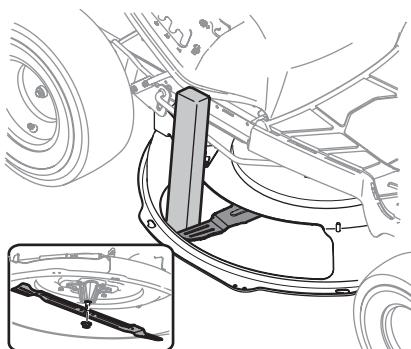

Figura 37
2. Usar un bloque de madera al menos 2" x 4" (51 mm x 102 mm), insértelo dentro de la abertura de la plataforma y haga girar la cuchilla hasta que la madera haga cuña entre la abertura de la plataforma y la cuchilla de corte, como se indica en la Figura 37.
3. Extraiga la tuerca de brida hexagonal que asegura la cuchilla al montaje del husillo. Vea el recuadro de la Figura 37.